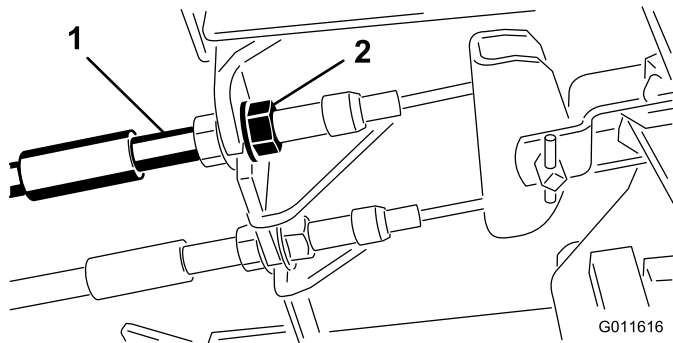

図 55
1. 遊びを減らすブレーキを締めるには、ブレーキケーブルのネジ山の前ナットをゆるめ、後ろのナットを締める (図 55)。